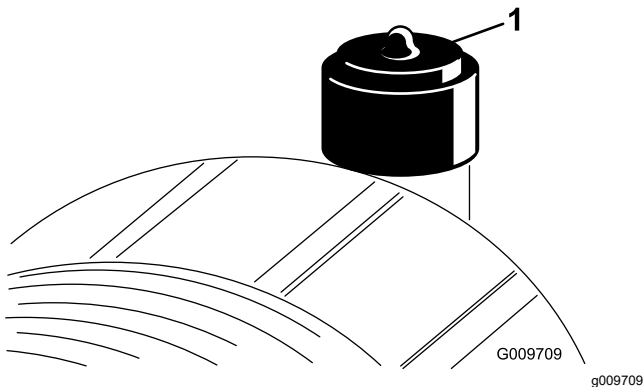

Bild 39
Warten Sie den Luftfilter nur, wenn die Wartungsanzeige dies angibt (Bild 39). Das frühzeitige Auswechseln des Luftfilters erhöht nur die Gefahr, dass Schmutz in den Motor gelangt, wenn Sie den Filter entfernen.
2. Stellen Sie die Anzeige (Bild 39) zurück, wenn sie auf Rot steht.